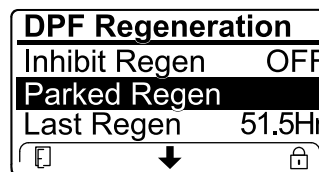

Figura 59
- Se o computador do motor pedir uma regeneração de recuperação ou se estiver a processar uma regeneração de recuperação e percorrer a opção **REGENERAÇÃO EM ESTACIONAMENTO**, a regeneração em estacionamento bloqueia e o ícone de bloqueio (Figura 59) surge no canto inferior direito do InfoCenter.